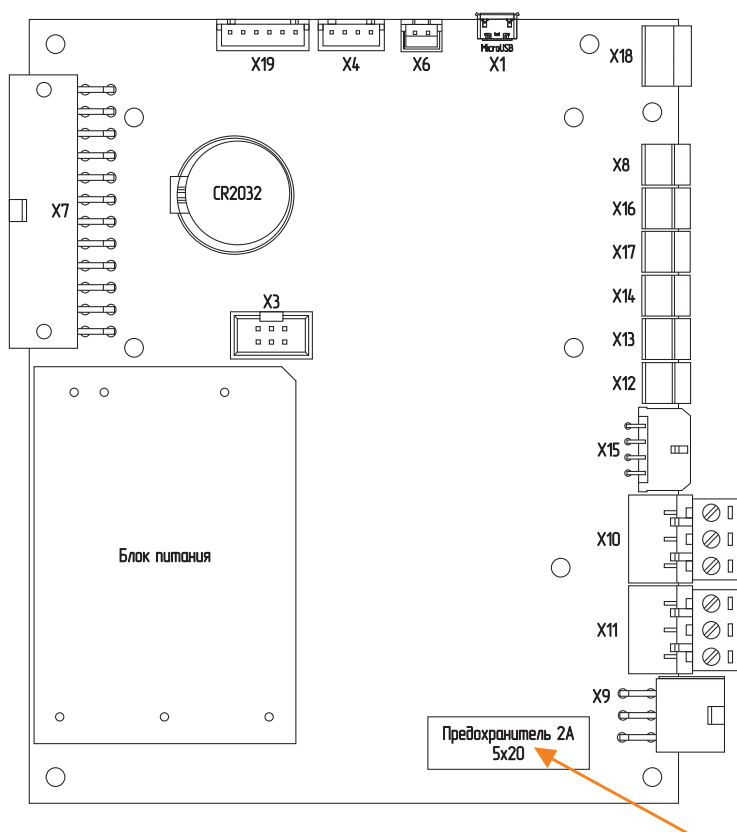

Рис. 16 Плата контроллера
3. Замените предохранитель Рис. 16 (запасной предохранитель в базовой комплектации котла).